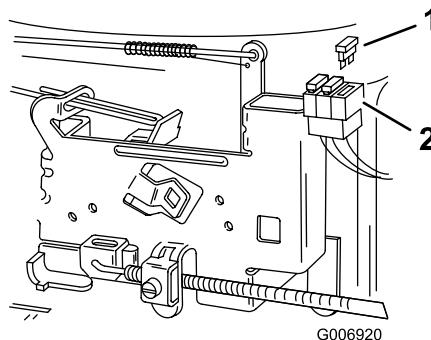

Figure 29
1. Pour remplacer un fusible, tirez dessus pour le sortir de son emplacement (Figure 29).